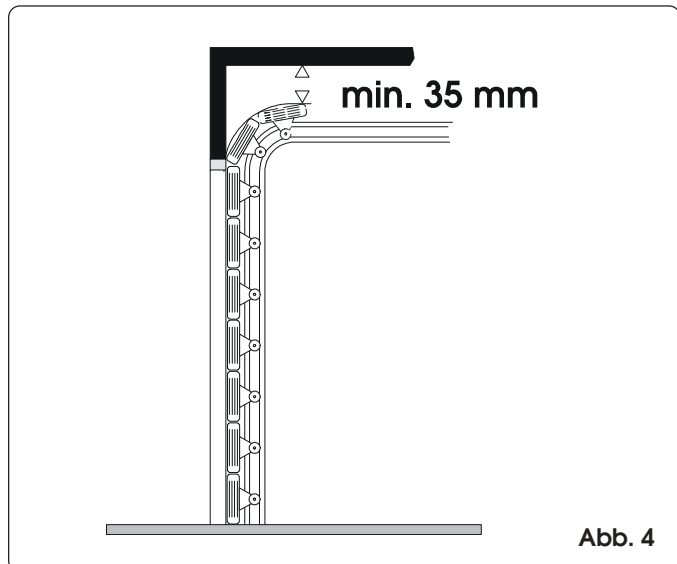

Abb. 4
Zwischen Decke und höchster Laufstelle des Tors muss ein Freiraum von mindestens 35 mm vorliegen (Abb. 4).
- 2) Zeichnen Sie am Sturz eine der vom Tor bei seinem Bewegungsablauf erreichten größten Höhe entsprechende waagrechte Linie an (siehe Abb. 4).